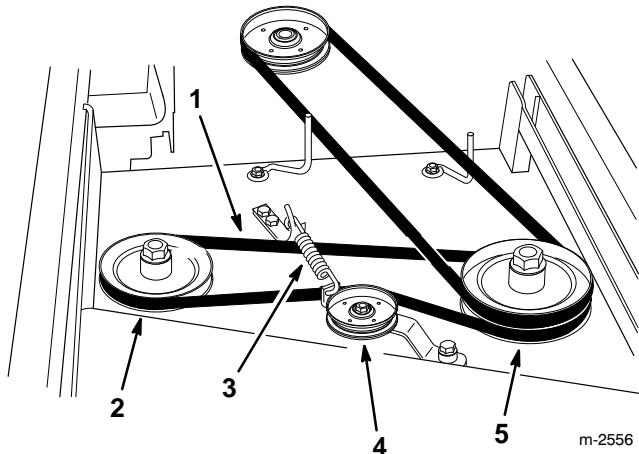

Abbildung 25
2. Die Schmiernippel an beiden Spindellagern schmieren (Abb. 25).
4. Die Feder des Lenkzwischenhebels lösen, um die Spannung an Lenkzwischenhebel und Führungsscheibe zu beseitigen. Dann den verschlissenen Deckriemen entfernen (Abb. 25).
5. Den neuen Deckriemen an rechter Spindelscheibe, Führungsscheibe und in der unteren Nut der linken Spindelscheibe anbringen (Abb. 25).
6. Die Feder des Lenkzwischenhebels wieder anbringen (Abb. 25).